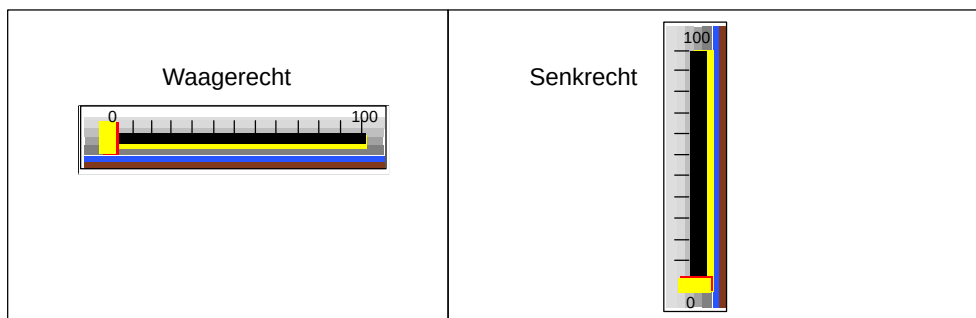

Bild 6-19 Ausrichtung des Slider Control
- Die Eigenschaft "Direction" stellt die Ausrichtung (waagerecht oder senkrecht) des Control ein (siehe Bild 6-19).